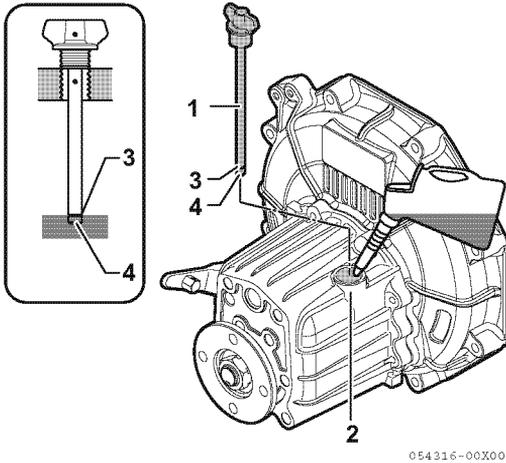

Abbildung 7
1. Stellen Sie sicher, dass der Motor ausgeschaltet ist. Sorgen Sie dafür, dass der Motor so waagrecht wie möglich steht und säubern Sie den Bereich um den Schiffsgetriebe-Einfüllstutzen (**Abbildung 7, (2)**).
3. Pegelstab herausnehmen (**Abbildung 7, (1)**) und mit einem sauberen Tuch abwischen.
4. Stecken Sie den Pegelstab wieder hinein, ohne ihn hineinzuschrauben. Siehe die Zeichnung (**Abbildung 7**).
5. Pegelstab herausziehen. Der Ölstand sollte zwischen oberer (**Abbildung 7, (3)**) und unterer (**Abbildung 7, (4)**) Markierung des Pegelstabs liegen.
3. Füllen Sie Öl bis zur oberen Markierung am Pegelstab ein (**Abbildung 7, (3)**). Zu den Spezifikationen des Schiffsgetriebeöls siehe Seite 29.